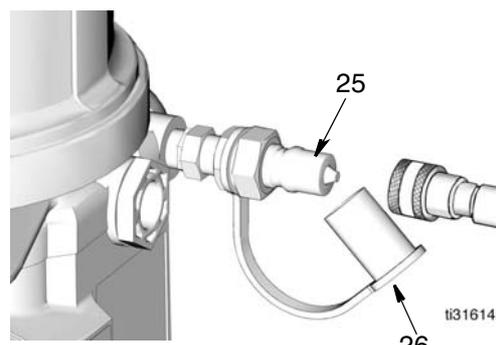

FIG. 20
- Toujours nettoyer le raccord d'admission (25) (FIG. 20) avec un chiffon propre et sec avant de remplir le réservoir. La poussière et/ou des débris peuvent endommager la pompe et/ou le système de lubrification.
1. Retirer le capuchon de protection contre la poussière (26) et raccorder le tuyau de remplissage au raccord d'admission (25) (FIG. 20).